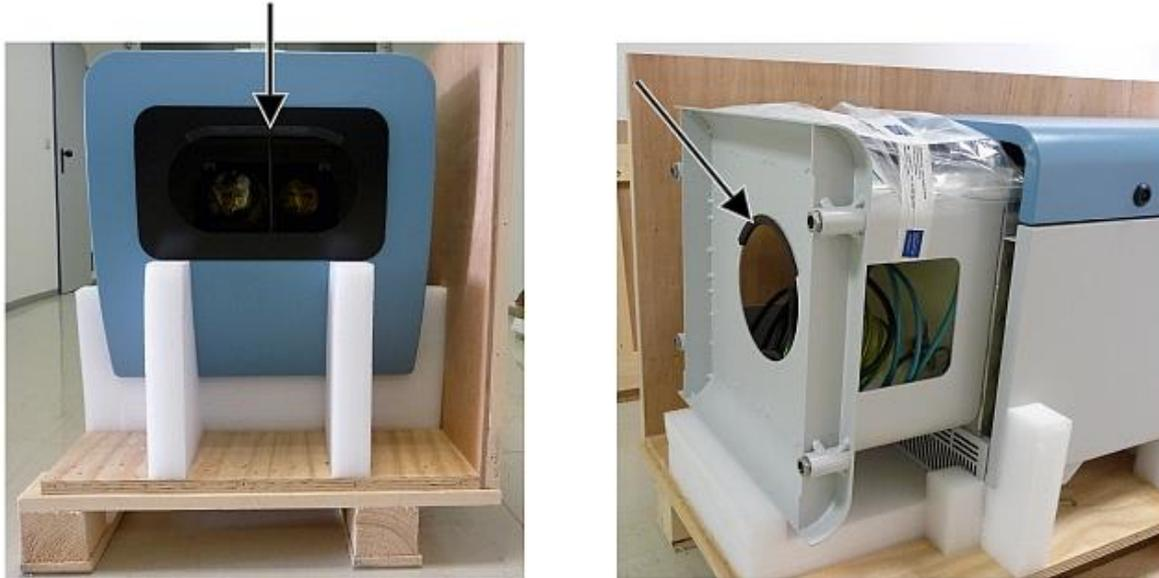

Figura 7: Posições de elevação e proteção para segurar (perfil de proteção de arestas).
- ⇒ Retire cuidadosamente o CHM 15k dos elementos de isopor com a mão, respeitando todas as normas de segurança (posições de elevação: Figura 7).
- ⇒ Com as mãos: segure nas aberturas marcadas com setas (Figura 7)